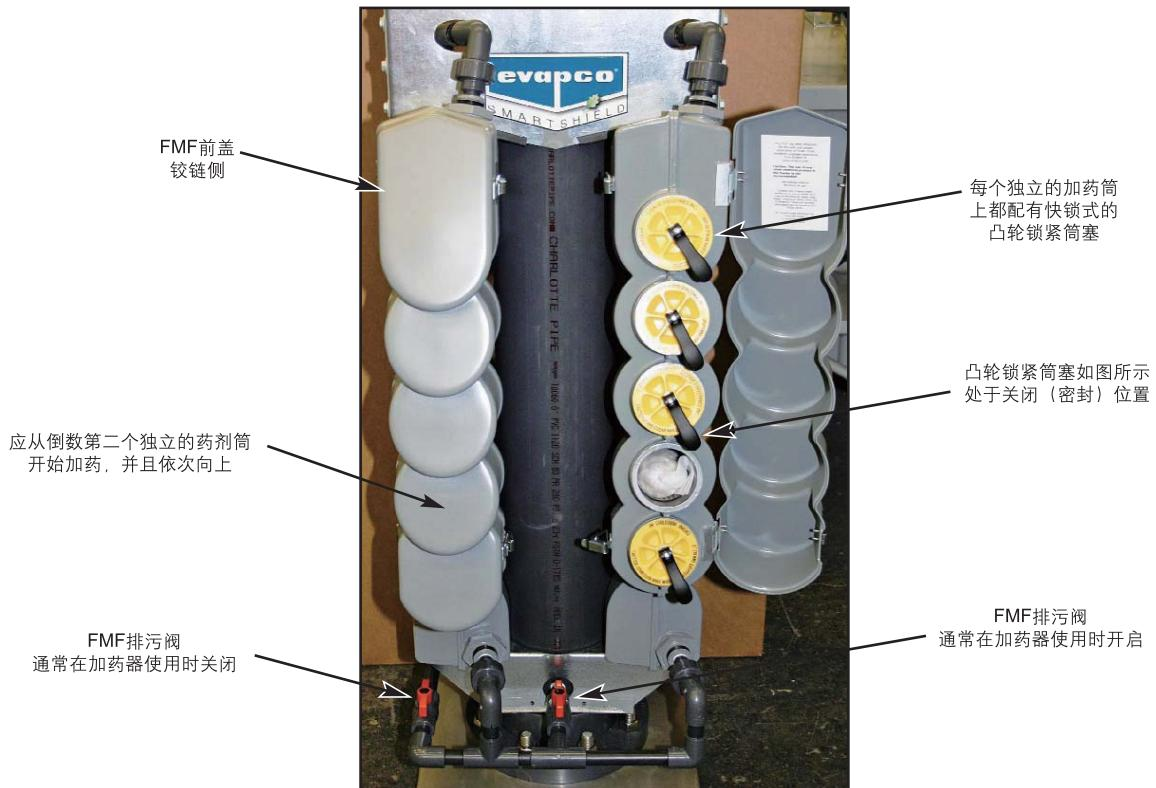

图9 – 含有10个药剂筒的FMF
6.2.5 每个独立的**FMF**药剂筒内都能容纳下一个药剂包，如图9所示。应从底部向上数第二个药剂筒开始装填药剂包，补充药剂包时，应注意药剂包数量须保持加药器左右平衡。